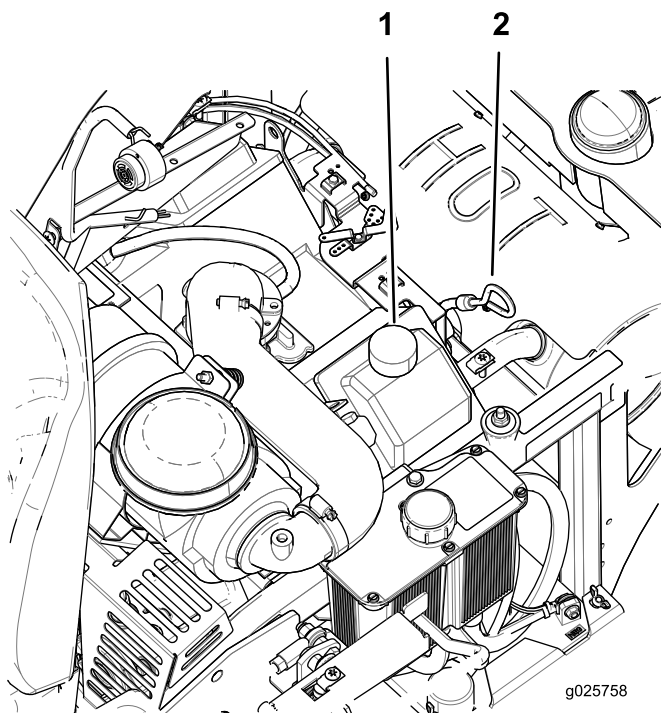

Figura 32
5. Limpie la zona alrededor de la varilla (Figura 32).
- Si el nivel de aceite es bajo, limpie la zona alrededor del tapón de llenado, retire el tapón y añada aceite hasta que llegue a la marca **Lleno (Full)** de la varilla (Figura 32).
- Vierta lentamente un 80% aproximadamente del aceite especificado por el tubo de llenado, luego añada lentamente el resto del aceite hasta que llegue a la marca **Lleno (Full)** de la varilla (Figura 32).
- Arranque el motor y conduzca hasta una zona llana. Compruebe el nivel de aceite otra vez (Figura 32).